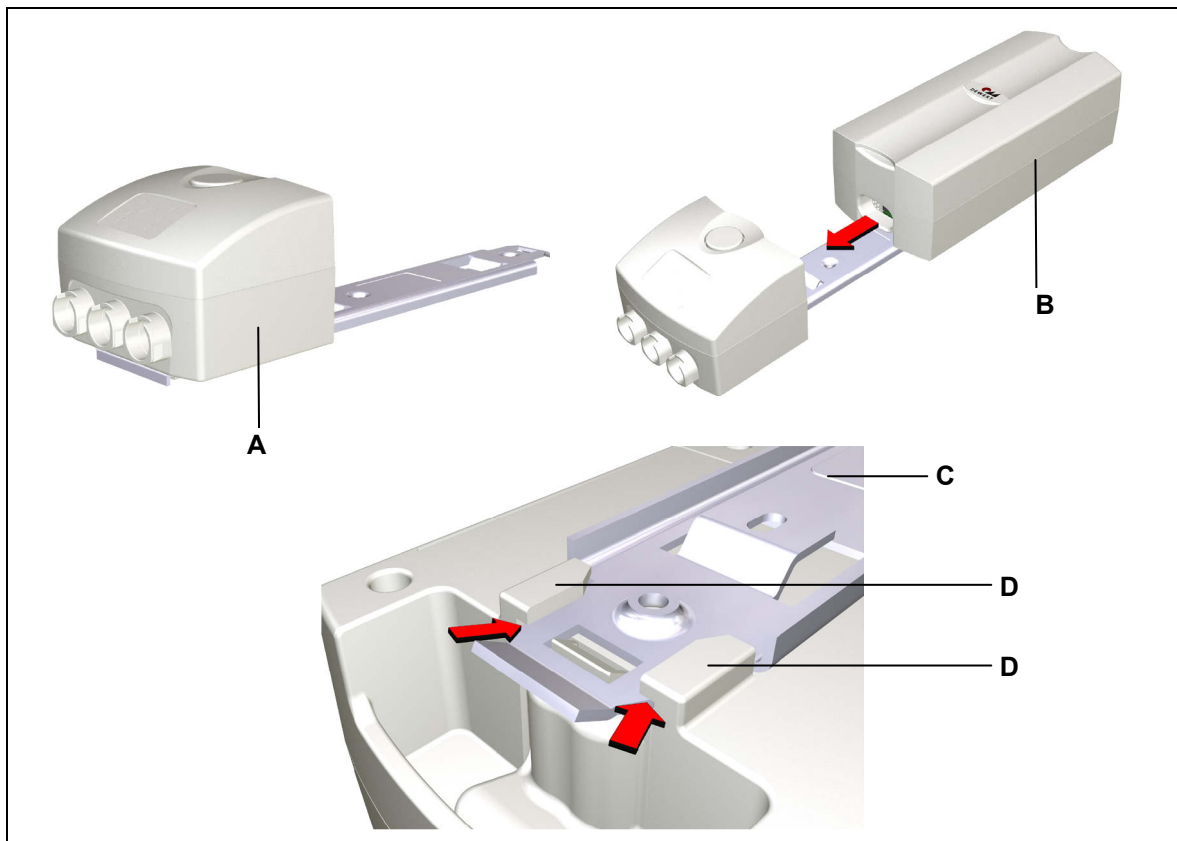

Abbildung 19 Einsetzen des ACCU AC 4.5 bzw. ACCU AC 4.5DC in die Ladestation
- 3** Schieben Sie den ACCU auf die Montageschiene der Ladestation, wie in Abbildung 19 gezeigt, bis die Verriegelung einrastet. Die Gehäuseführungen müssen dabei die Montageschiene umschließen, um einen festen Sitz zu gewährleisten.